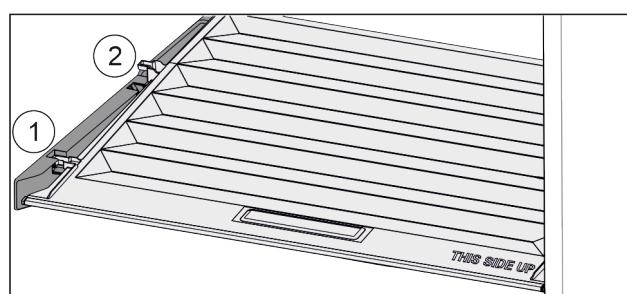

Fig. 85
- Потянуть крышку до отверстия в поддерживающих деталях вперед Fig. 85 (1).
- Поднять сзади снизу и извлечь Fig. 85 (2) движением вверх.